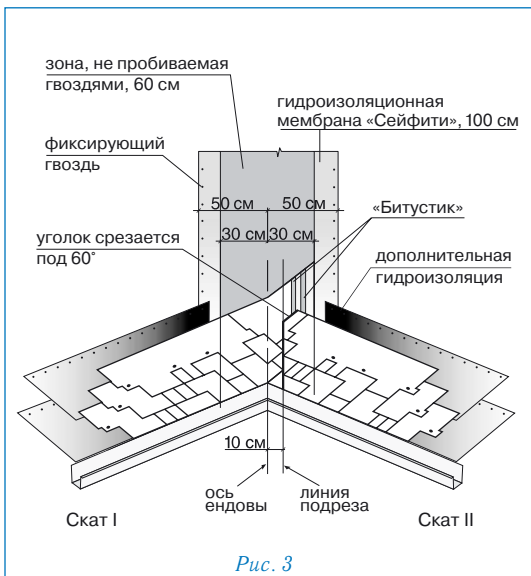

Рис. 3
Ендова (рис.3)
- на прилегающем скате (II) вдоль оси ендовы на расстоянии 30 см от нее отбивается линия;
- лист, подходящий к ендове со ската II, должен доходить до линии подрезки и обрезаться по ней. Верхний уголок обрезанного края листа подрезается под углом 60° (5 x 3 см – рис. 3);